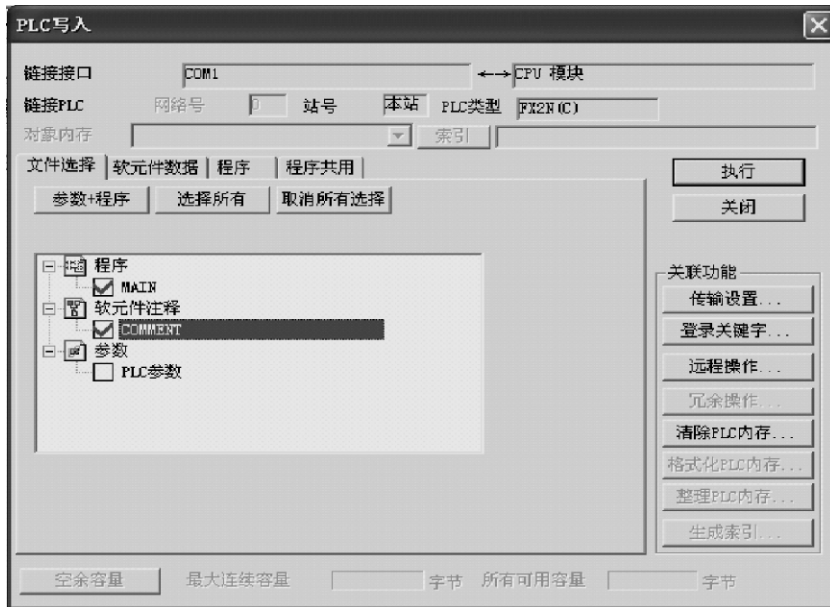

图 1—18 “PLC 写入”对话框
⑨程序下载：计算机连接好 PLC 后，拨动 PLC 面板上的转换开关，将 PLC 的状态模式改为“STOP”。选择“在线”菜单栏下“PLC 写入 (W)”命令，弹出图 2—16 所示对话框。选中对话框中“程序”下的“MAIN”前的复选框，然后单击“执行”按钮。单击“执行”按钮，会出现“PLC 写入”程序进度的显示框；程序写入完毕，单击“确定”按钮，梯形图程序就下载到了 PLC，如图 1—18 所示。